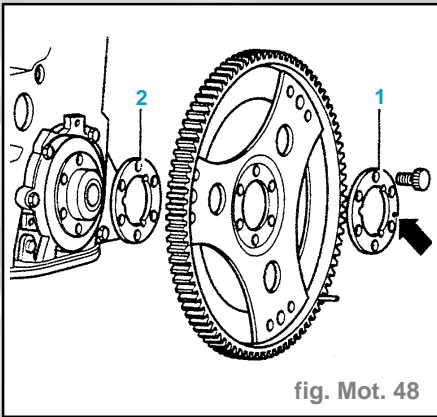

fig. Mot. 48
- Mettre en place le volant -moteur en utilisant la rondelle entretoise (1) (fig. Mot. 48). Serrer le vis neuves à **30 N.m**.
- déposer de nouveau le disque d'entraînement et utiliser en même temps une rondelle de compression -2- (fig. Mot. 48). Serrer de nouveau les vis à **30 N.m**.